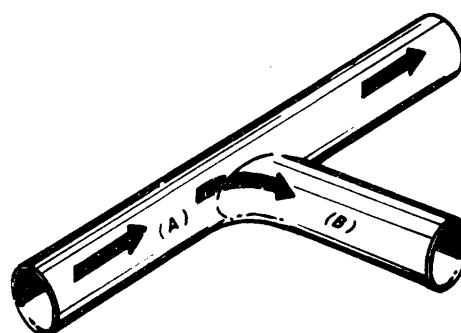

Fig. 10
**CASO II - SOLDAR TUBO DE PLOMO EN DERIVACIÓN (fig. 10).**